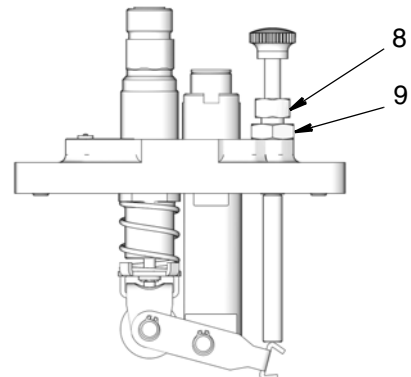

図 9
ポンプ容量は外部調整ねじ (8) を使って制御します。(図 9) 調整ねじを回転させると、ピストンストロークの長さが増減し、ポンプ排出容量が増減します。
1. 調整ねじロックナット (9) を緩めます。(図 9)
2. 調整ねじ (8) を回転させます。(図 9):
3. **サクシオン供給と重力供給モデルのみ**: ルブリケータが作動している状態で、1分間にドリップチューブ (4) からサイトウエル (2) へ落下する滴下をカウントします。
5. ポンプを適正な仕様内容に調整したら、調整ねじロックナット (9) を締め付けます。(図 9).
サイトウエルに落下する滴下数は、ポンプが排出するオイル量に等しくなります。調整ねじ (8)(図 9) を使用してピストンストロークを変化させると、ポンプ容量を調整することができます。(ポンプの調整を参照ください。)